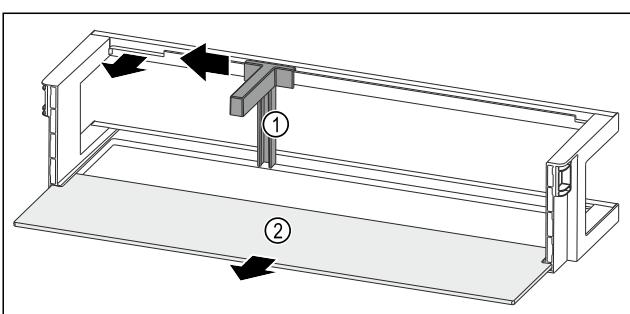

Fig. 97 带瓶托和搁板的门边存放架
- ▶ 将瓶托 Fig. 97 (1)推至槽道。
- ▶ 取出瓶托 Fig. 97 (1)。
- ▶ 取出搁板 Fig. 97 (2)。